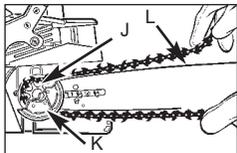

рис. 3G
6. Проведите цепь вокруг звёздочки (J) за сцеплением (K). Убедитесь, что звенья цепи встали между зубьями звёздочки (рис. 3G).
7. Вставьте ведущие звенья в канавку (L) и проведите их вокруг конца шины (рис. 3G).